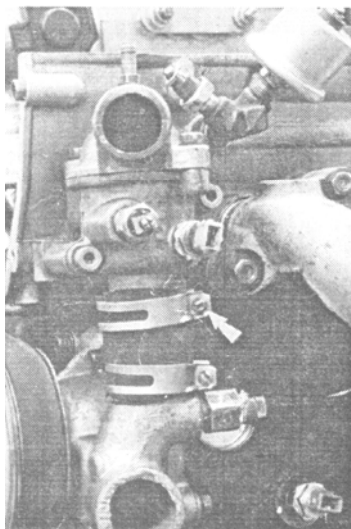

Рисунок 25 – Ослабление хомутов шланга корпуса термостата
- ослабить хомуты шланга корпуса термостата (рисунок 25);